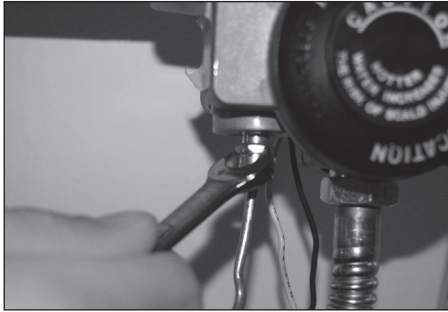

Figura 8
1. Retirar el termopar de la válvula de gas. **Figura 8**